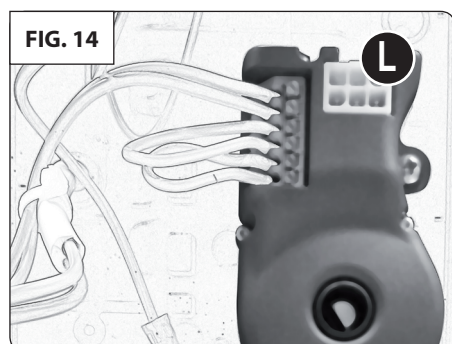

FIG. 15
6.1 MANOVRA MANUALE CON CATENA (Installabile anche a 90°) - (FIG. 15)